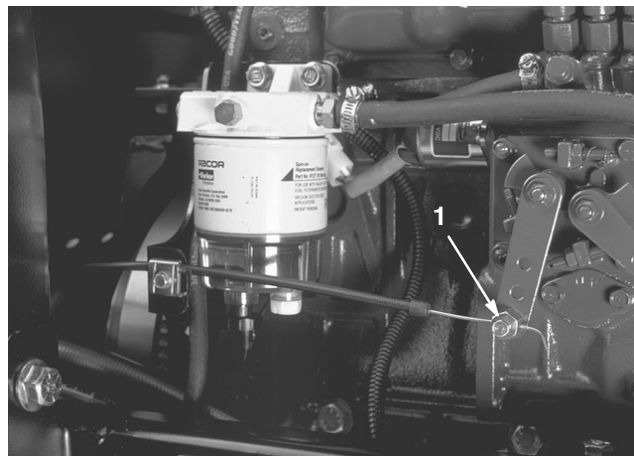

Bild 49
2. Lockern Sie den Anschluss des Gaszuges am Hebel der Einspritzpumpe (Bild 49).